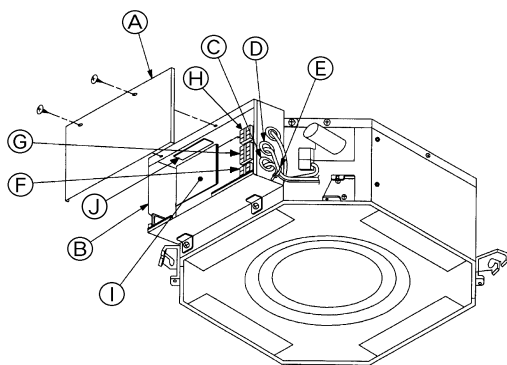

Fig. 4-1
4.1. Внутренний прибор (Fig. 4-1)
► **Выбор неплавкого предохранителя (NF) или прерывателя утечки на землю (NV).** Устройство для отключения питания с помощью разъединителя или подобного ему устройства во всех активных проводниках будет встроено в стационарную проводку.